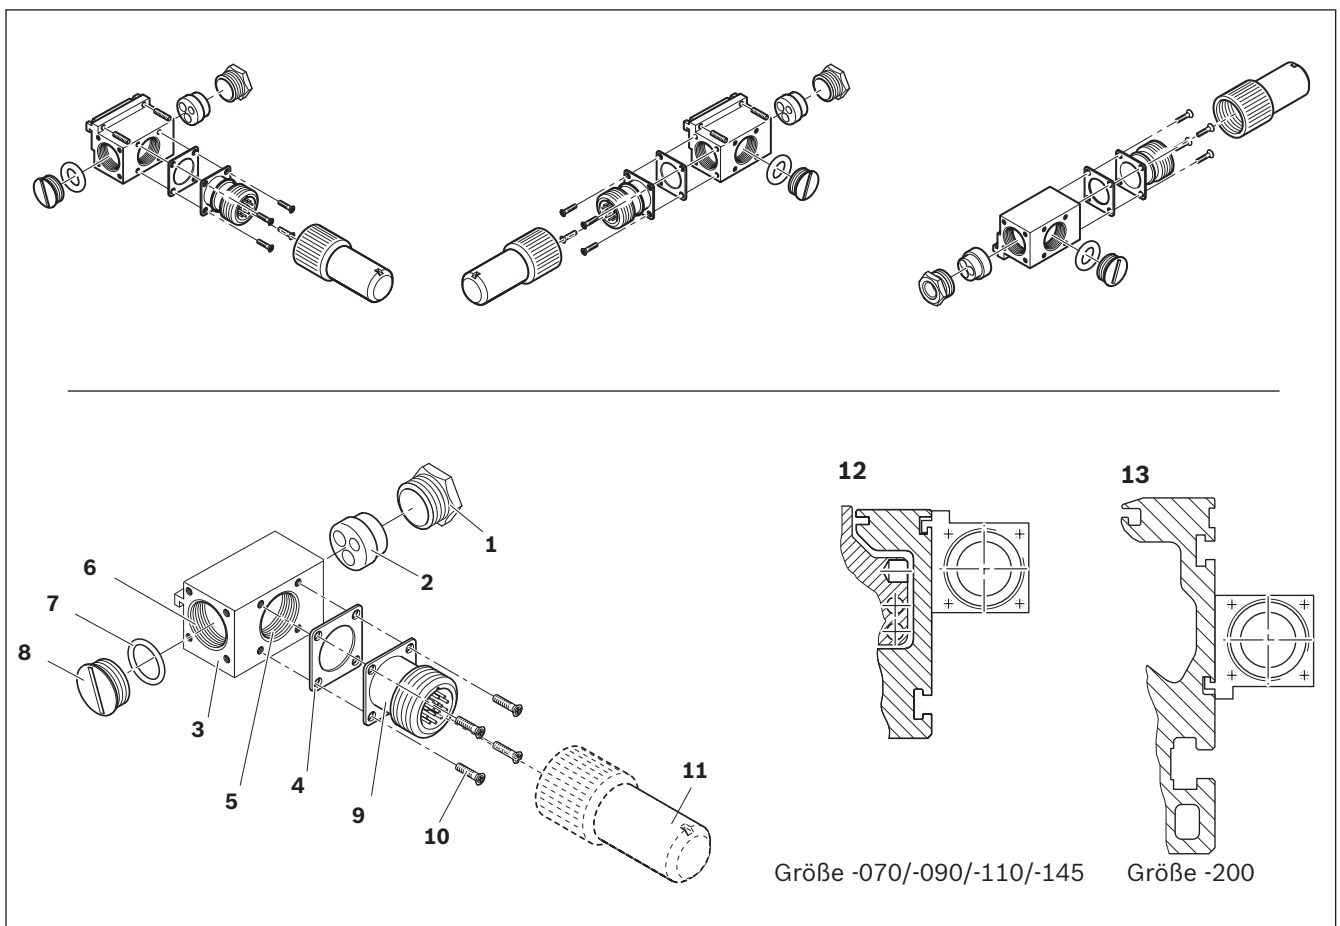

Fig. 7: Dose montieren
► Schalterbetätigung erfolgt über Magneten im Tischteil. Fig. 7 zeigt CKK; für CKR ist die Montage identisch.